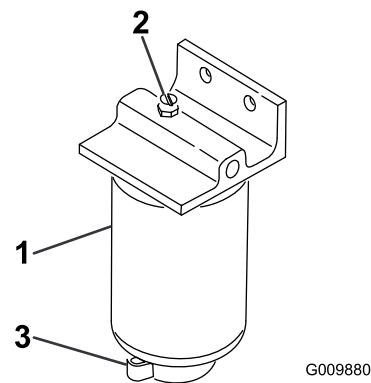

Figura 57
3. Afloje la válvula de vaciado en la parte inferior del cartucho del filtro (Figura 57).
2. Limpie la zona de montaje del cartucho del filtro (Figura 57).